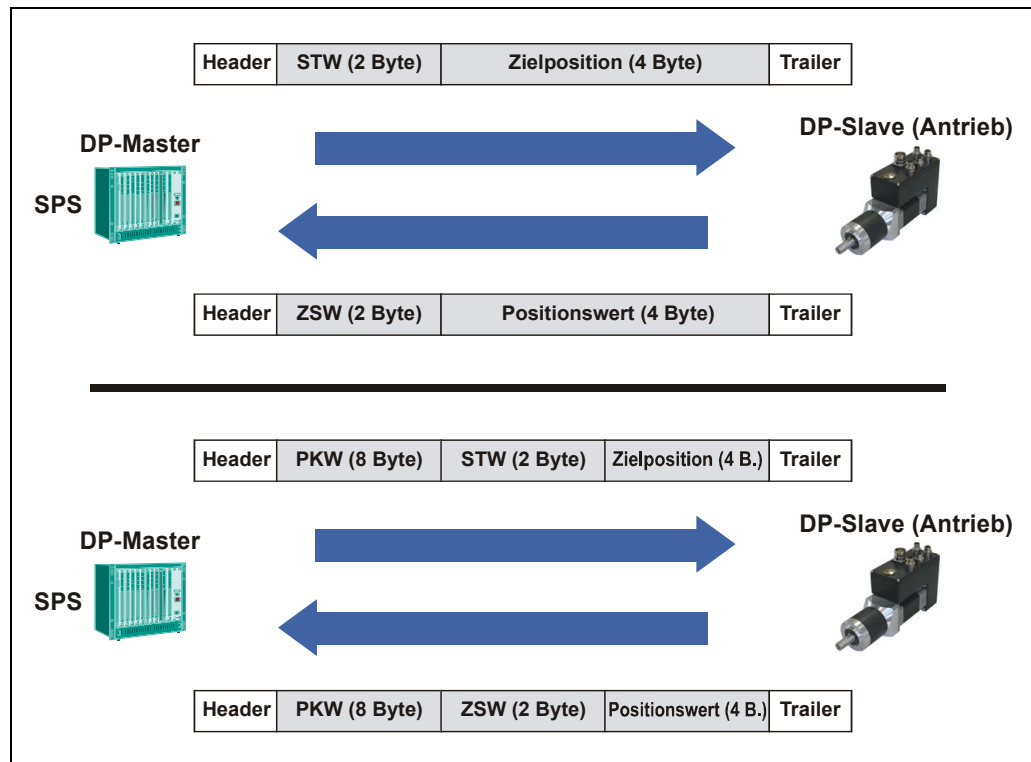

Abbildung 2: Zyklische Kommunikation mit (unten) und ohne PKW-Kanal (oben)
Abbildung 2 zeigt die Telegramme, welche im Rahmen des zyklischen Datenverkehrs zwischen DPM1 und Slave ausgetauscht werden. Als Prozessdaten wird dabei vom DPM1 zum Slave das Steuerwort und Zielposition, in Gegenrichtung das Statuswort sowie der Positionswert übertragen.
(vgl. Abbildung 2, Seite 13)
- PKW-Kanal, PZD: wie in 1.** (vgl. Abbildung 2, Seite 13)